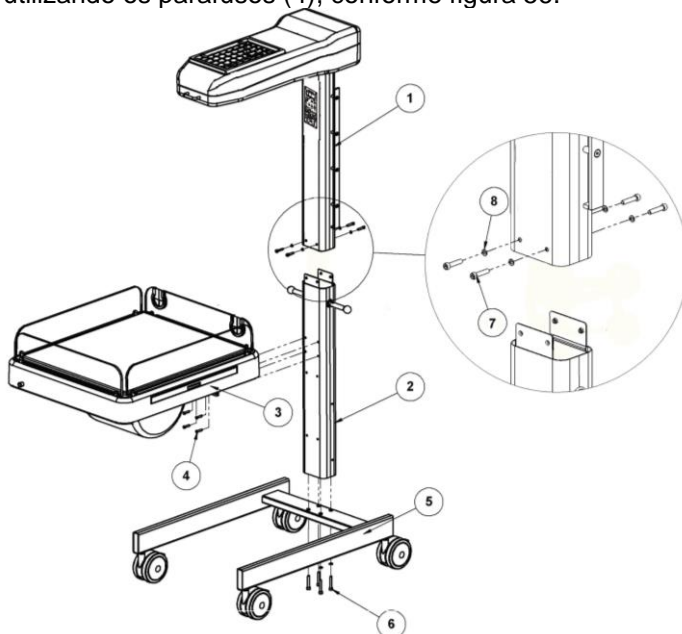

Figura 56 - Esquema de montagem com leito hidráulico
- 2 - Fixar a base (5) a coluna inferior (2), utilizando os parafusos e arruelas (6), conforme figura 56.
- 3 - Fixar as duas colunas (1 e 2), utilizando os quatro parafusos de fixação (7) com suas arruelas (8), conforme figura 56.
- 4 - Fixar o leito do RN (3) utilizando os parafusos (4), conforme figura 56.